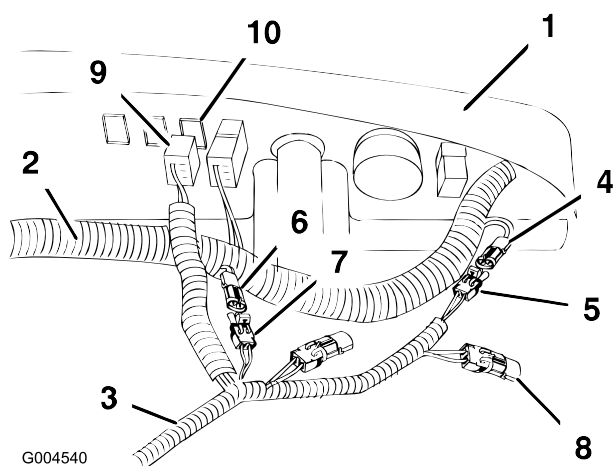

Figura 8
cablaggio secondario al connettore di uscita 48 V come mostrato in Figura 8.
7. Posizionate il connettore dell'interruttore dietro alla presa sul cruscotto come mostrato in Figura 8.